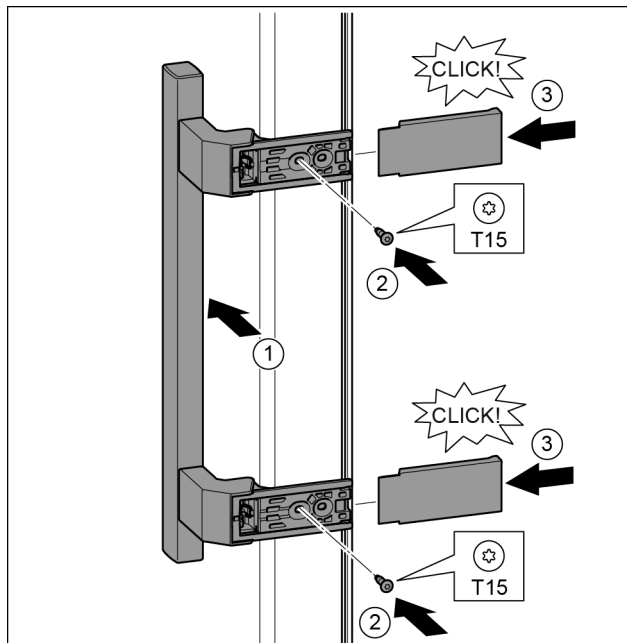

Fig. 34
- ▶ Установить ручку на противоположной стороне. Fig. 34 (1)
- ▶ Затянуть винты отверткой T15. Fig. 34 (2)
- ▶ Установить крышки сбоку и надвинуть. Fig. 34 (3)